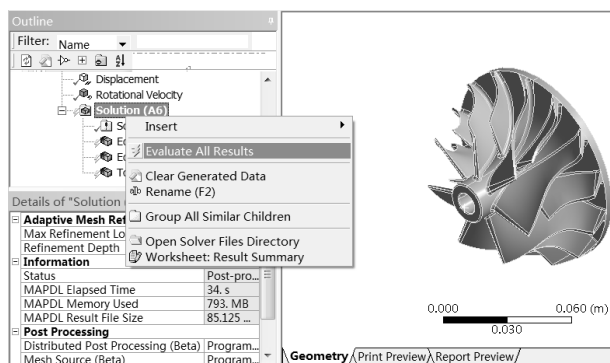

图 5-111 快捷菜单
Step5：在 Outline（分析树）中的 Solution（A6）选项上右击，在弹出的快捷菜单中选择 Evaluate All Results 命令，如图 5-111 所示，此时会弹出进度显示条，表示正在求解，当求解完成后进度条自动消失。